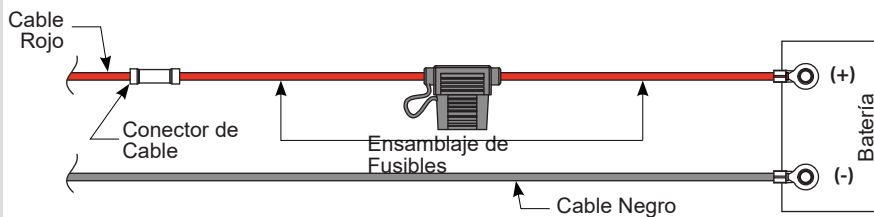

Figura 8
3. Inserte un extremo del cable del ensamblaje del fusible en un conector de cable (incluido) y engarce. Inserte el cable rojo del cable de energía en el otro extremo del conector del cable y engarce. Asegúrese de que el conjunto del fusible esté ubicado fuera de las áreas peligrosas y lo más cerca posible de la batería (vea Figura 8).
5. Conecte el conjunto de fusible/cable rojo al lado positivo de la batería (vea Figura 8) y conecte el cable de alimentación negro al lado negativo de la batería.